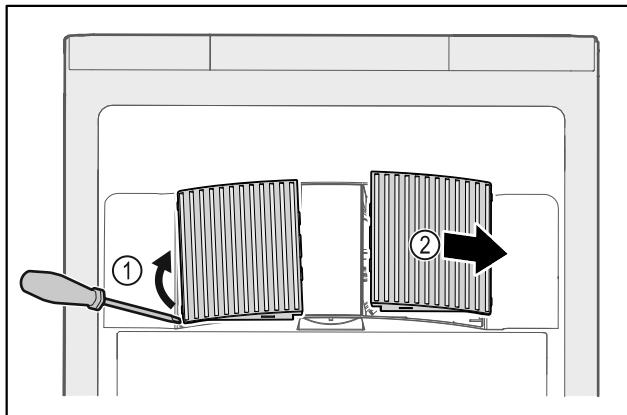

Fig. 164
- Nxirri jashtë duke i ngritur lart me kujdes kapakët mbulues të ventilatorit nga anash Fig. 164 (1) dhe hiqini nga përparrë Fig. 164 (2).